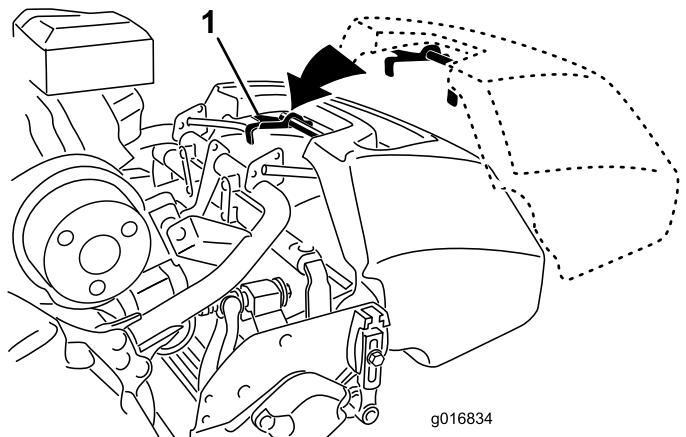

Bild 9
1. Fassen Sie den Fangkorb am Griff an (Bild 9).